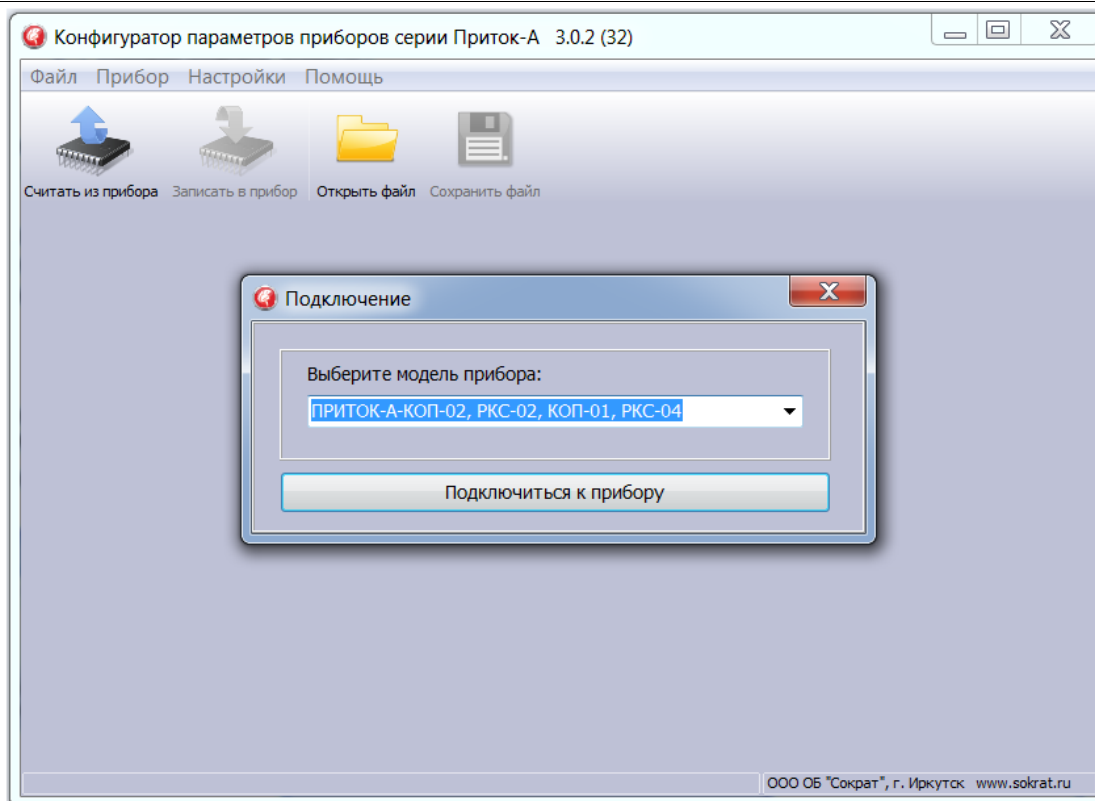

Рисунок 4
1) Подключите КОП к компьютеру с помощью стандартного кабеля miniUSB и запустите программу «Конфигуратор параметров приборов серии Приток-А». В левом верхнем углу окна программы нажмите кнопку «Считать из прибора». В появившемся окне «Подключение» выберите пункт «ПРИТОК-А-КОП-02, РКС-02, КОП-01, РКС-04» и нажмите кнопку «Подключиться к прибору» (см. рисунок 4). Дождитесь завершения чтения параметров от КОП.